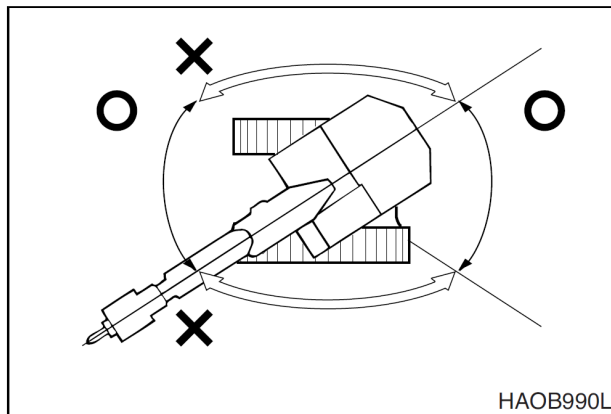

Рис. 76
8. Работать дробилкой следует только перед экскаватором или позади него. НЕ использовать дробилку с боковых сторон экскаватора. НЕ поворачивать дробилку из стороны в сторону при работе с ней. См. рис. 76.